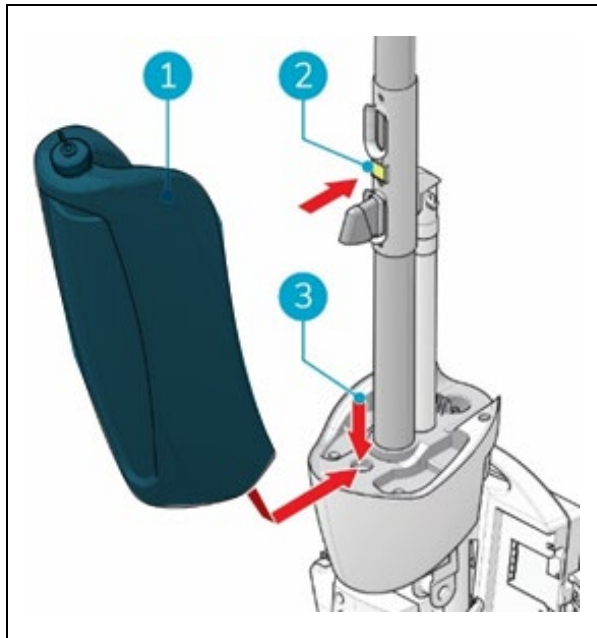

Figure 13
1. Placez le fond du réservoir de récupération (figure 13, pos. 1 et pos. 3) sur le devant de l'i-mop® XL.
2. Poussez le haut du réservoir en place jusqu'à ce que vous entendiez un « clic », l'aimant (figure 13 pos. 2) verrouille le réservoir de récupération en place.